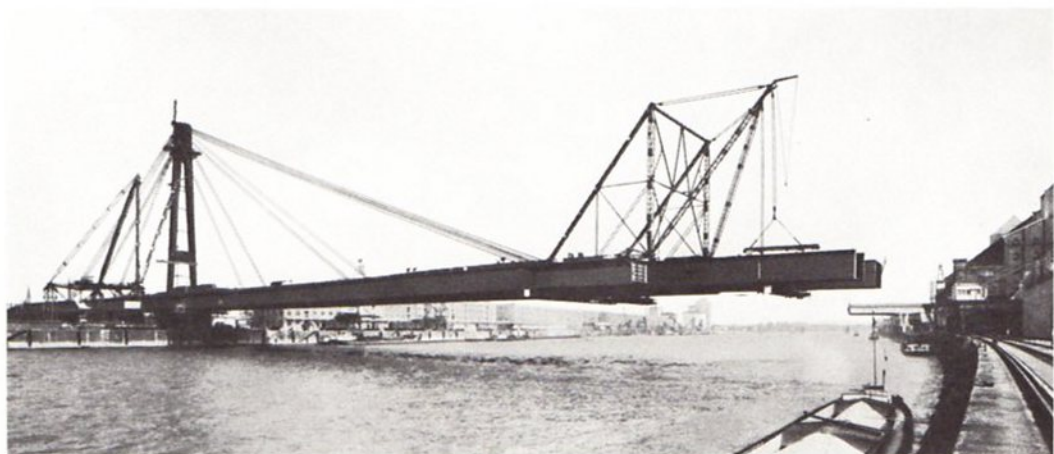

Abb. 1 Freivorbau der Kurt-Schumacher-Brücke zwischen Mannheim und Ludwigshafen
- Die Schüler sollen für die Konstruktion der Schrägseilbrücke in Abb. 1 die Bauabschnitte in ihrer Reihenfolge festlegen und begründen können (z. B.: 1. Bau der Widerlager (Uferpfeiler), 2. Errichtung des Pylons, 3. Rückverankerung des Pylons, 4. Freivorbau der Brückenfahrbahn-Teile usw.).
- Für die Anbringung der fertigen Fahrbahnteile beim Freivorbau sollen die Schüler technische Möglichkeiten aufzeigen, die dazugehörigen, statischen Voraussetzungen angeben und Sicherheitsmaßnahmen für die Monteure nennen (z. B. Anfahren der fertigen Fahrbahnteile durch Schiffe, Hochheben durch einen Schwerlastkran auf der Brücke (nach Abb. 1) – an die Nahtstelle – sukzessive Sicherung bereits montierter Fahrbahnteile durch Seilverspannung – Schutzgerüste für die Arbeiter unterhalb der Fahrbahn).
Wir wollen nämlich nicht nur einen ähnlichen Gesamteindruck geben wie bei Abb. 1, sondern unser Modell soll auch zeigen, wie sehr es schon im Montagezustand belastet werden kann. Es trägt bereits im Freivorbau 15 kp.